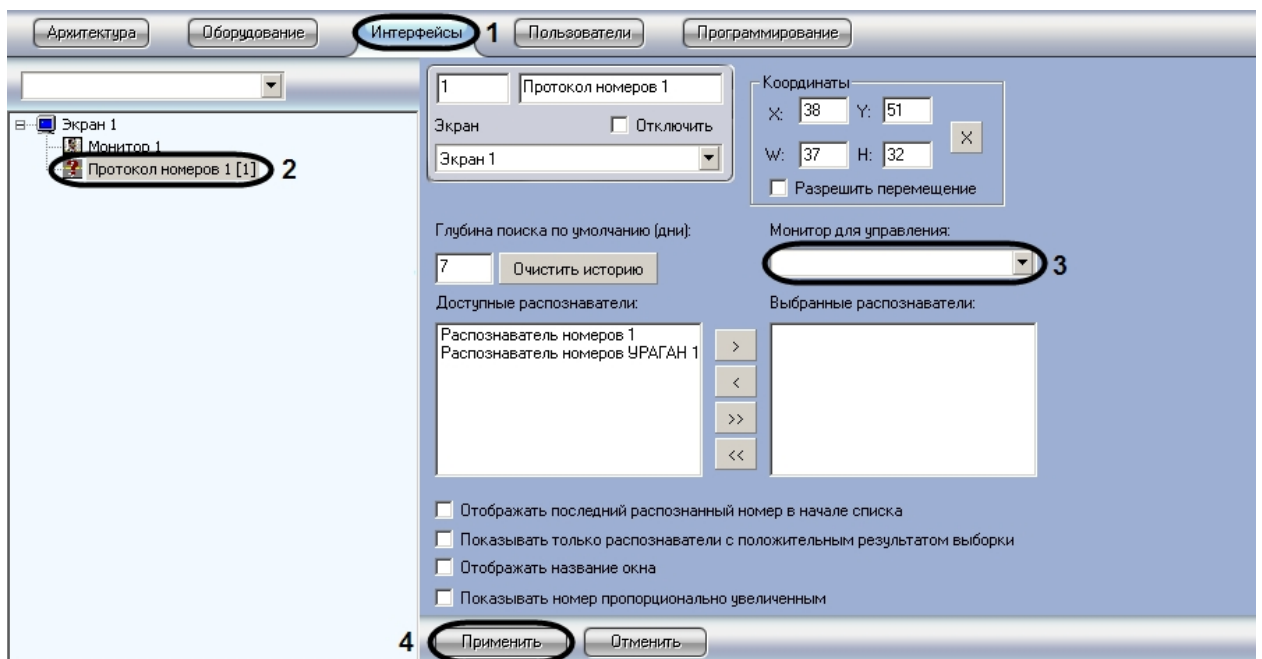

Рис. 90. Выбор интерфейсного объекта «Монитор» для воспроизведения видеоархива
1. Перейти на вкладку «Интерфейсы» диалогового окна «Настройка системы» (см. Рис. 90, 1).
2. Выбрать в дереве объект «Протокол номеров» (см. Рис. 90, 2).
3. Выбрать значение из списка в поле «Монитор для управления» (см. Рис. 90, 3).
4. Нажать кнопку «Применить» для сохранения настроек (см. Рис. 90, 4).